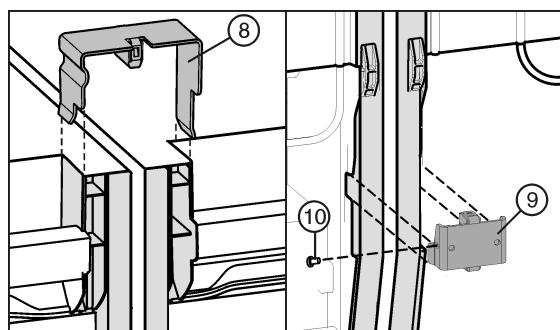

Fig. 24
- Enficher la pince de jonction Fig. 24 (8) en haut sur les parois latérales du milieu.
- Mettre en place le coude de jonction Fig. 24 (9) en bas dans l'évidement approprié.
- Si le coude de jonction est un peu branlant, visser la vis Fig. 24 (10).